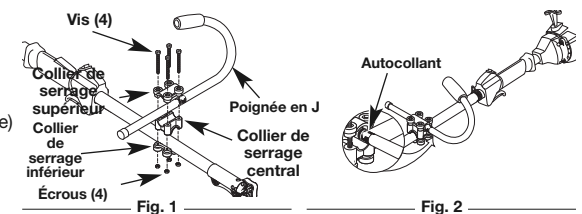

Fig. 1
- Tenez le collier de serrage inférieur par la partie inférieure du corps de l'arbre, à environ 7-8" (17-20 cm) de la poignée de l'arbre (Fig. 1).
- Placez la poignée en J entre les colliers de serrage supérieur et du milieu (Fig. 1).
- En tenant les trois pièces ensemble, passez les quatre (4) vis dans les colliers de serrage supérieur et du milieu.